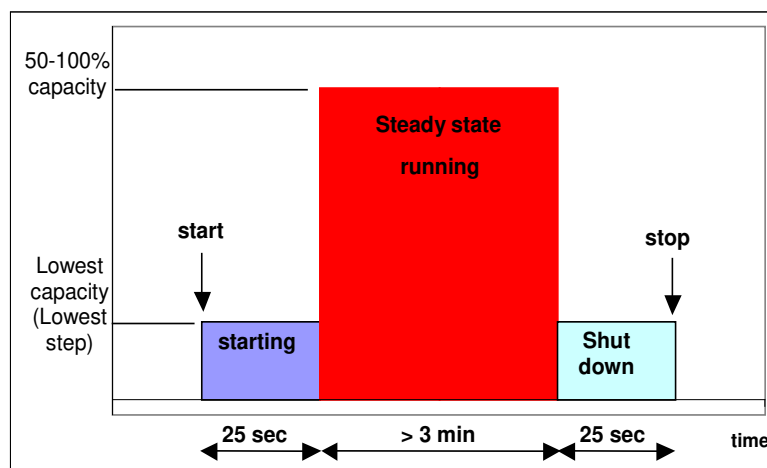

Рисунок 3-R: пуск и останов компрессора ;
По этой причине, для того чтобы остановить и заново запустить компрессор на минимальном шаге производительности, см. рисунок 3-R, необходимо активировать клапан для минимальной производительности на 25 секунд перед выключением компрессора. Кроме того, клапан (14) следует поддерживать под напряжением в течение всего периода остановки компрессора.
Порядок запуска и остановки, указанного на рис. 3-R необходимо выполнить для всех винтовых компрессоров, как в шаговой так и в плавной конфигурациях, так как это позволяет избежать шумных остановок, вызванных временным обратным вращением с высоким массовым расходом (см. главу EA-04: "компоненты").